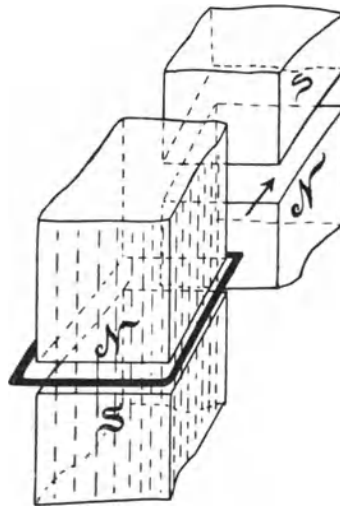

Fig. 54.
Seitenlänge verbunden. Die eine 10-cm Seite befindet sich in einem Felde, dessen konstante Dichte 4500 [6000] (7500) ist; das Rechteck wird senkrecht zu den Kraftlinien mit einer Geschwindigkeit von 8 [10] (20) m fortbewegt (Fig. 54).